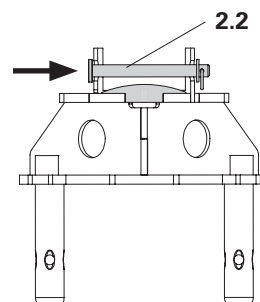

Fig. A4.02b
4. Fissare i perni di collegamento (2.2) con la piastra e gli inserti a molla. (Fig. A4.02b)